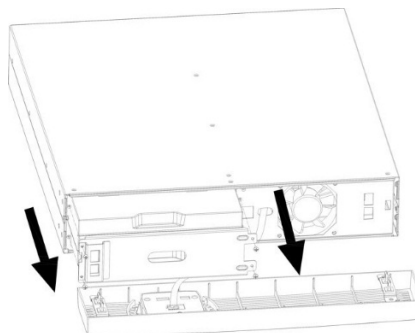

Abbildung 23: Entfernen der Batterieabdeckung
3. Entfernen Sie die Batterieabdeckung (siehe Abbildung 23).